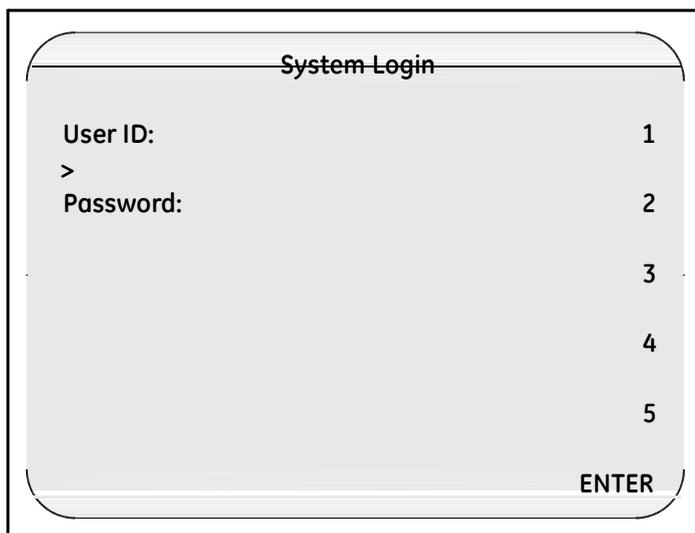

图 85: System Login (系统登录) 界面
当验证仪完成用户名及电脑 ID 的对比之后, 验证仪显示 **System Login** (系统登录) 界面, 如下页图 85 所示.
1. 按住锁定键. 屏幕显示 **System Login (系统登录)**, 如 135 页图 85 所示.